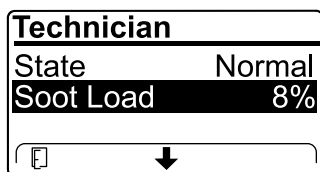

Figura 39
- Vea la carga de hollín que se mide como porcentaje de hollín en el DPF (Figura 39); consulte la tabla de carga de hollín.